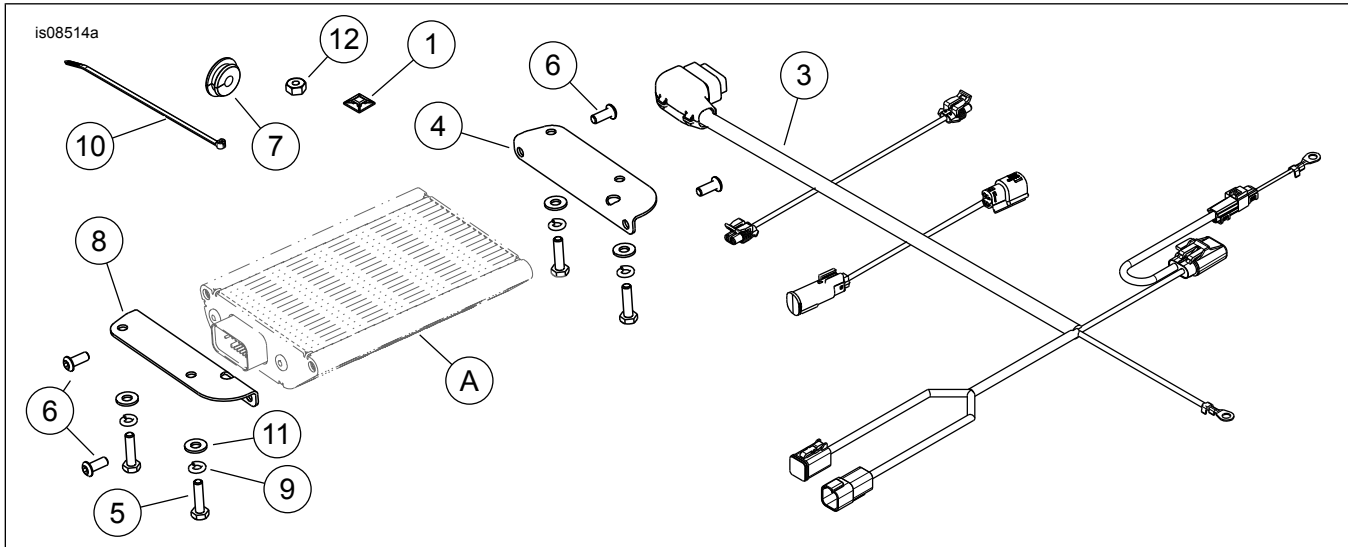

Abbildung 5. Ersatzteile, Verstärkereinsatz
1. Den Zuladungsaufkleber im Tour-Pak mit einer 1:1-Mischung aus Isopropylalkohol und destilliertem Wasser reinigen. Siehe Abbildung 5. Den **neuen** Zuladungsaufkleber (2) aus dem Satz über dem Originalaufkleber anbringen. Die auf Grund des Verstärkereinbaus geänderte Höchstzuladung beachten.
2. Die Halterungen (4 und 8) mit Schrauben (6) am Verstärker (A) anbringen. Die Schrauben abwechselnd anziehen.
Diese Bohrungen dienen für die Kabel [36TB] und [37TB] des Verstärkerkabelbaums (Abbildung 5, Teil 3), die während der Installation des Boom! Audio Stage II Tour-Pak-Lautsprechersatzes angeschlossen sind.